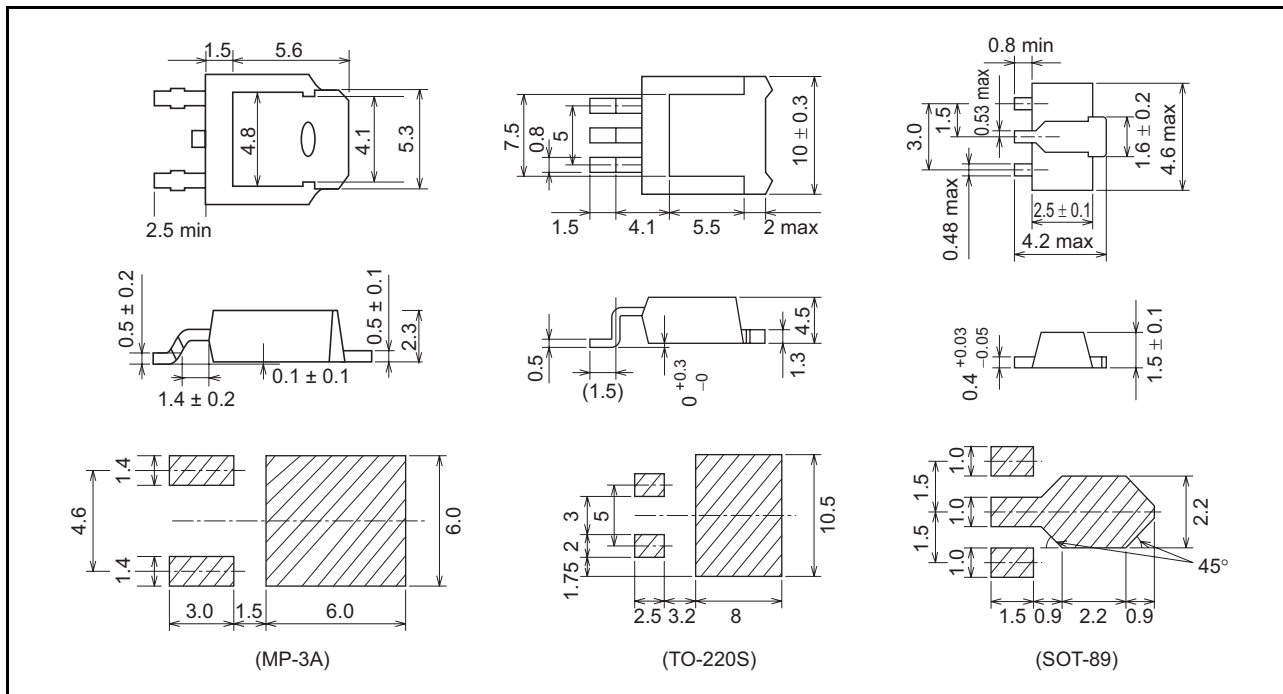

图17 推荐安装垫片
- (1) 因为表面贴装型器件的容许功耗根据使用电路板的种类或布线类型而变化，所以推荐贴装后进行确认试验。MP-3A、TO-220S、SOT-89封装产品上的标准安装垫片图如图17所示。